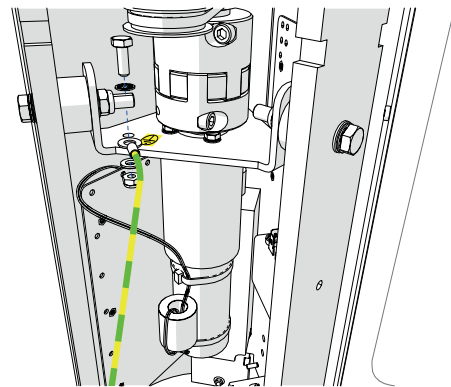

Fig. 27 - Motor replacement (Equipotential bonding)
5. Disconnect the equipotential bonding cable from the motor bracket (Fig. 27);